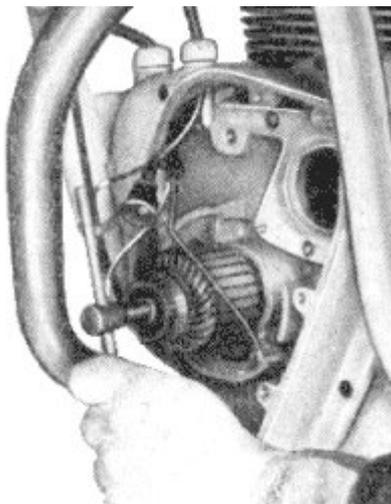

Bild 87. Lichtmaschinenanker abdrücken
6. Anker mit Hilfe einer Abdrückschraube (Gewinde M 10) abdrücken (Bild 87).